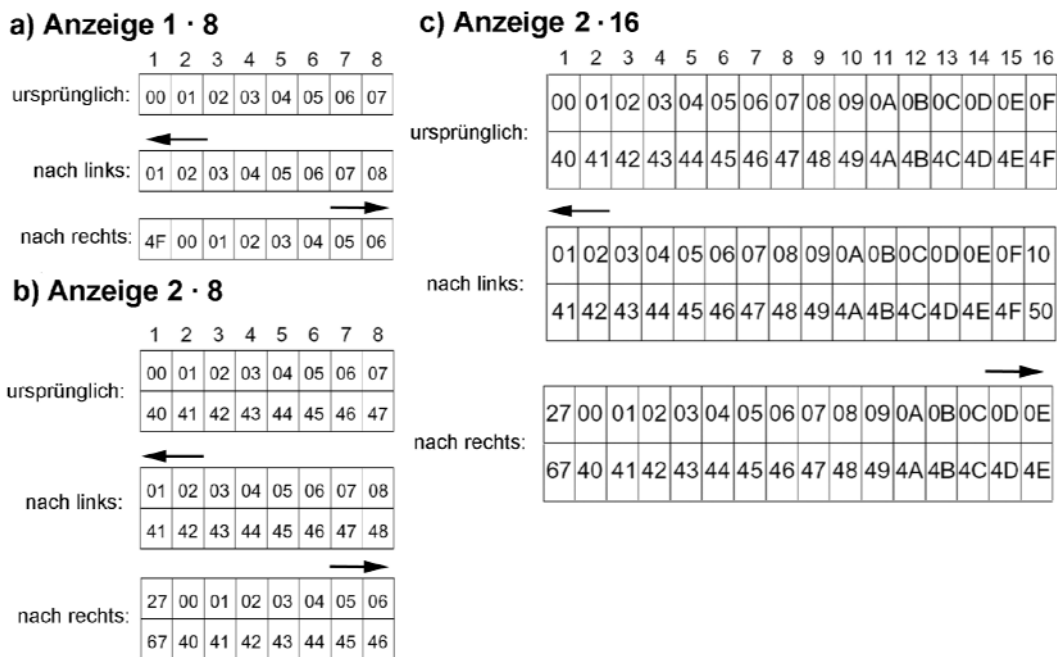

Abbildung 18 Das Verschieben der Anzeige anhand von Beispielen (nach Hitachi)
- S = 1. Anzeige wird verschoben (Abbildung 18). Bit I/D bestimmt die Schieberichtung.